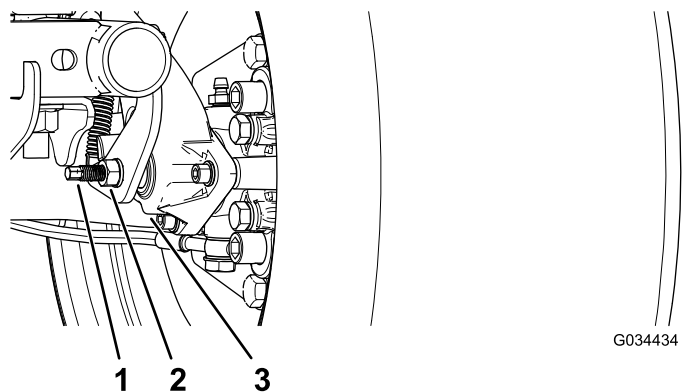

図 62
3. レンチを2本使用し、1本のレンチでキャリパの調整ポストが回らないように保持しながら、もう1本でジャムナットを1/4回転ゆるめる 図 62。
4. 調整ポストとジャムナットを保持した状態で、調整ポストを回して締め付ける 図 62。
5. 調整ポストとジャムナットを保持した状態で、1/4回転だけでもどす 図 62。
6. 調整ポストとジャムナットを保持した状態で、ジャムナットを締め付ける 図 62。